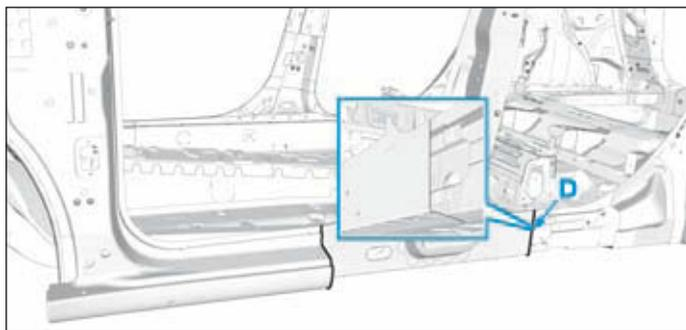

FIG.57
- Tenir compte du détail de coupe (Fig.57).